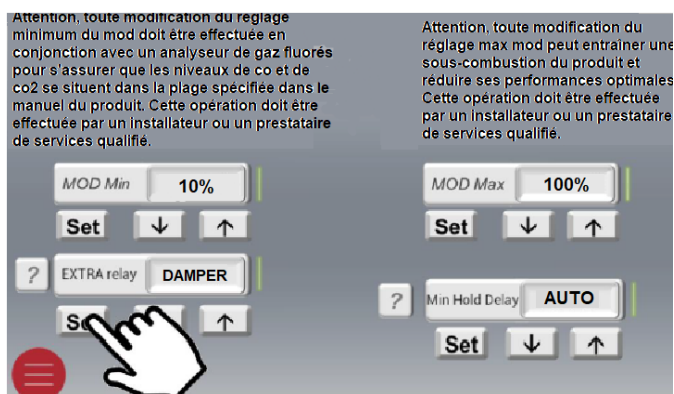

Figure 60. Chaudière 1 "Régler la fonction"
6. Lorsque la sélection "Damper" apparaît, appuyez sur le bouton "Set" conformément à la **Figure 60**.